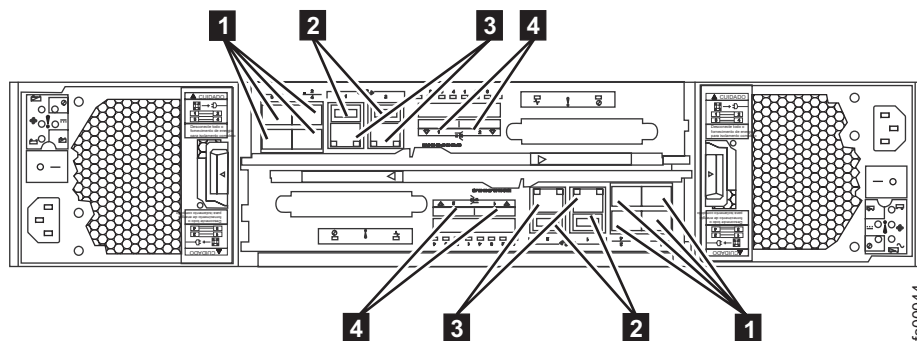
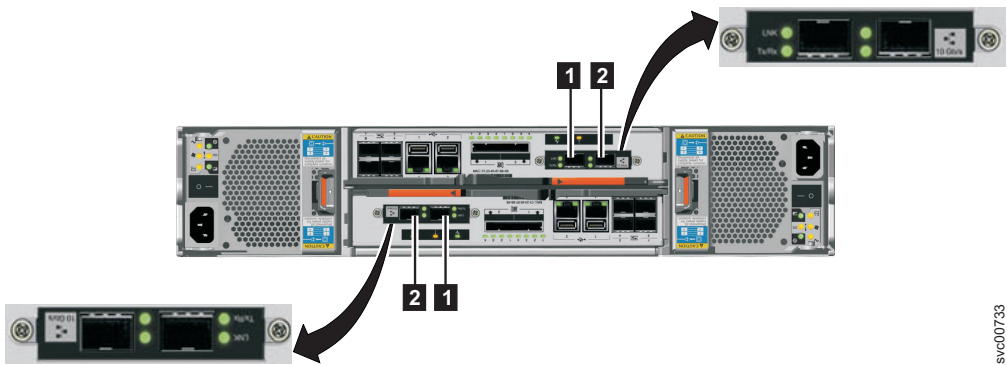
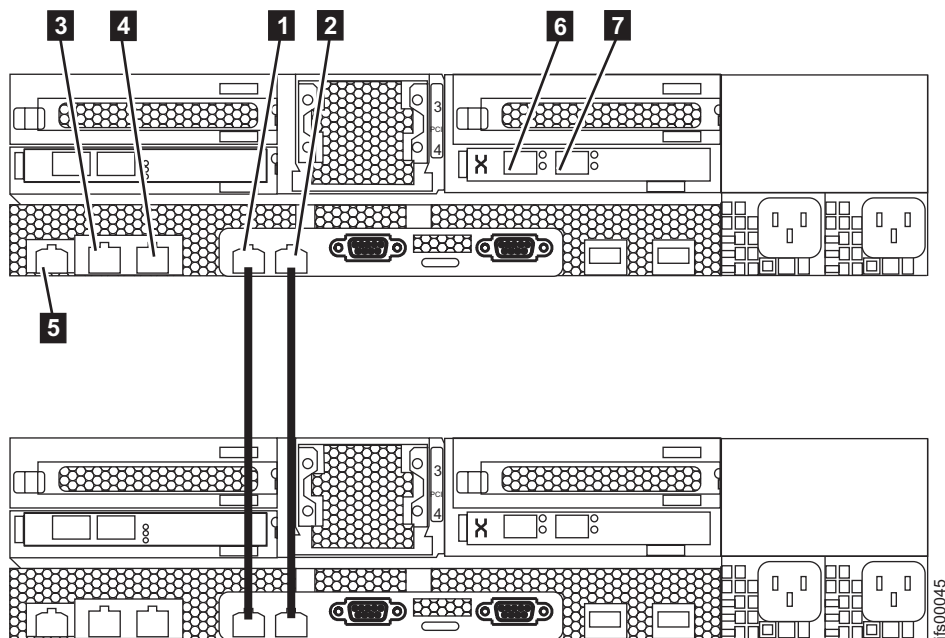

Figura 37. Conexões de rede Ethernet do gabinete de controle.
Figura 38. Portas Ethernet de 10 Gbps na Parte Traseira do Gabinete do Storwize V7000
Figura 39. Conexões diretas Ethernet do módulo de arquivo.
Esta tarefa supõe que seu planejamento inicial tenha determinado onde os cabos Ethernet devem ser localizados. O gabinete de controle do Storwize V7000 Unified requer pelo menos uma e no máximo duas conexões Ethernet de 1 Gbps. Consulte a Figura 37, a Figura 38 na página 51 e a Tabela 15 na página 51. Para os módulos de arquivo, as primeiras duas portas Ethernet de 1 Gbps com as etiquetas **1** e **2** na Figura 39 na página 52 são usadas para comunicações internas entre os módulos de arquivo. A terceira e a quarta portas Ethernet de 1 Gbps são usadas para gerenciamento e dados (se necessário). Todas as portas Ethernet de 10 Gbps são dedicadas a dados. O gerenciamento não pode ser executado na Ethernet de 10 Gbps. Consulte a Figura 39 na página 52 e a Tabela 16 na página 52.
Se você encontrar essa situação, altere os endereços IP de serviço nos novos nós antes de conectar os cabos Ethernet. Para obter detalhes, consulte Figura 39 na página 52 ou consulte o PDF *Storwize V7000 Unified Problem Determination Guide* no DVD para obter informações adicionais sobre a configuração dos endereços IP de serviço usando uma Unidade flash USB.
- Conecte um cabo Ethernet da porta Ethernet 1 no primeiro módulo de arquivo à primeira porta Ethernet no segundo módulo de arquivo. Consulte Figura 39 na página 52 para conhecer os locais das portas.
Você tem duas portas Fibre Ethernet de 10 Gbps disponíveis para conexões de host a partir de cada módulo de arquivo. As portas estão na placa PCI localizada no slot 4. Conecte os cabos de rede às portas Ethernet nesses slots, conforme aplicável. Consulte Figura 39 na página 52.